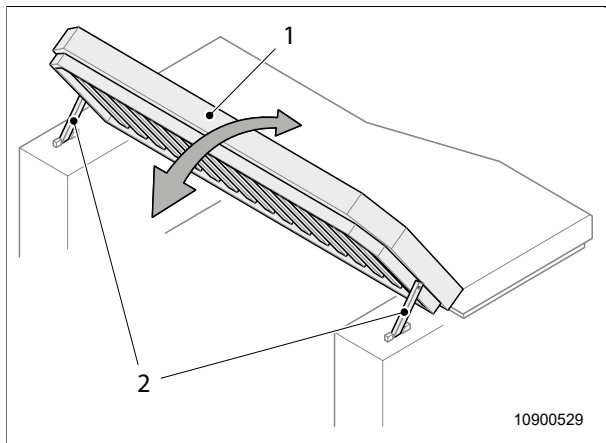
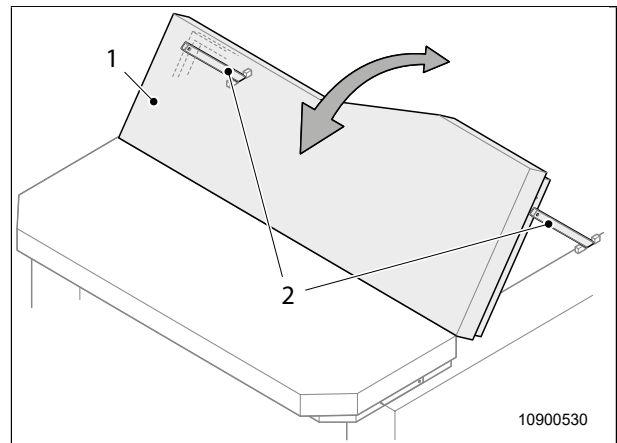

Fig. 33 Funzione lounge 1
Fig. 34 Funzione lounge 2
1. Ripiegare verso l'alto la rete desiderata (Fig. 33, pos. 1 o Fig. 34, pos. 1) del letto matrimoniale.
2. Aprire i sostegni (Fig. 33, pos. 2) ribaltandoli verso il basso e fissarli.
1. Chiudere i sostegni (Fig. 33, pos. 2).
2. Ripiegare la rete (Fig. 33, pos. 1 o Fig. 34, pos. 1) del letto matrimoniale.